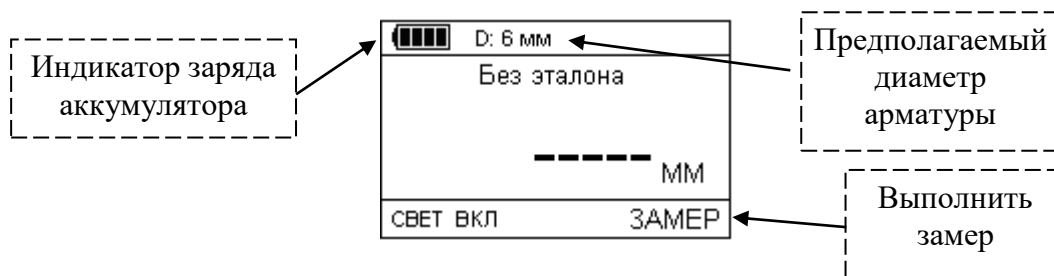

Рисунок 2.8 – Выполнение замера без применения эталонного образца
3. Нажать клавишу «», тем самым выполнить замер (рис. 2.8);